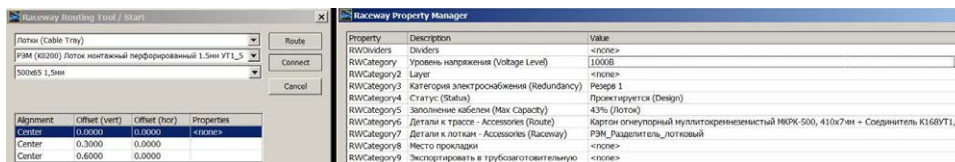

Рисунок 4 — Назначение свойств отдельным лоткам при прокладке
- 4) Установка кабеленесущих систем (КНС) (трубы, лотки — сплошные, лестничные и проволочные, короба, протяжные ящики и коробки и т.п.) с установкой свойств на каждый лоток, трубу (рис. 4):